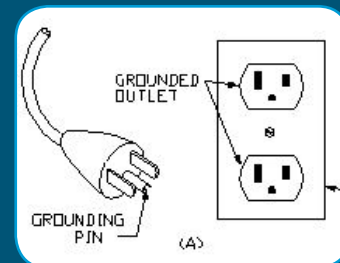
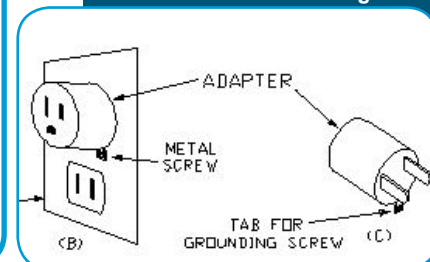

Figura A1
Figura A2
• Este producto es para usar en un circuito nominal de 120 V, y tiene un enchufe con conexión a tierra como el enchufe ilustrado en la Figura A1. Si no se encuentra disponible una conexión a tierra, se puede utilizar un adaptador temporal como la Figura A2 para conectar este enchufe a un tomacorriente de 2 polos como el que se muestra en la Figura A2. El adaptador temporal debe utilizarse solamente hasta que una conexión a tierra (Figura A1) pueda ser instalada por un electricista calificado. La pestaña rígida y verde, la orejeta o la prolongación similar del adaptador, deben estar conectadas a tierra permanentemente, como una caja de toma a tierra. Siempre que se utilice el adaptador, debe mantenerse en su lugar mediante un tornillo de metal.